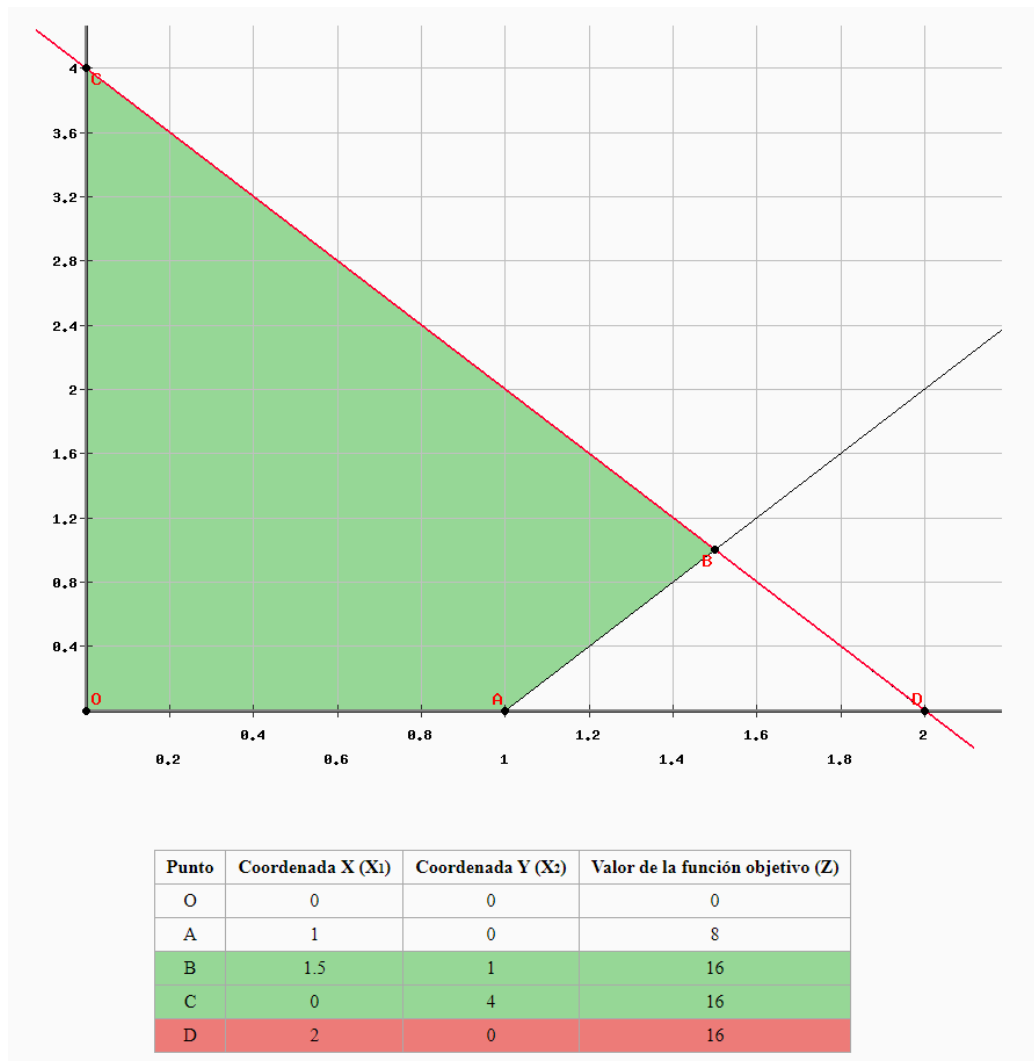

Figura 3: Representación gráfica del problema
- c) Observando la Figura 3, se puede ver que el punto óptimo es el punto $B(1,5,1)$ y $C(0,4)$, con un valor de $Z = 16$.